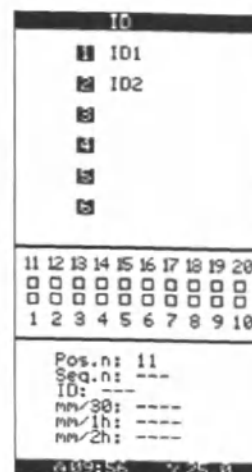

Рисунок 4
После выбора функции (1) ID, на экране высветятся две доступные опции (ID1 и ID2) для записи данных (см. рисунок 4).